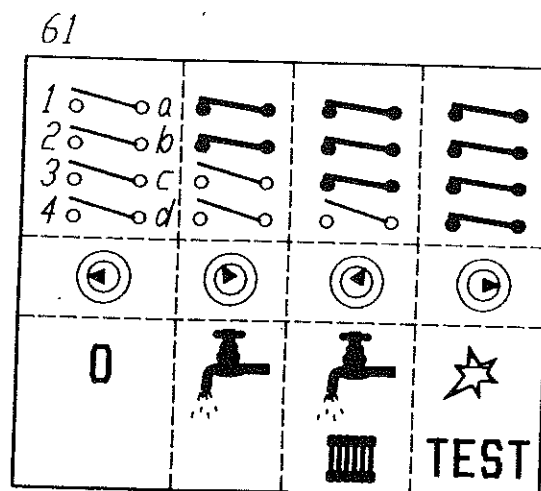

Fig. 2
1.04 Principio di funzionamento**Selettore su posizione «INVERNO» (fig. 2)**
Selettore su posizione «ESTATE» (fig. 2)